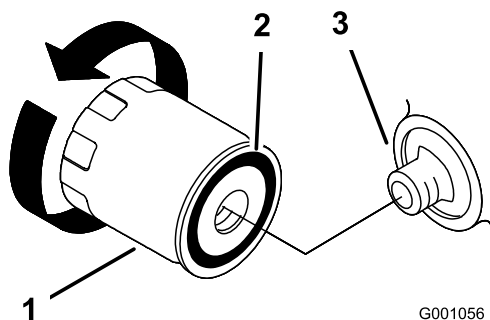

图18
2. 拆下旧滤清器，并擦拭滤清器安装座垫片表面（图18）。
3. 在替换滤清器的橡胶垫片上抹上一层薄薄的新鲜机油（图18）。
4. 将替换机油滤清器安装到滤清器安装座上，顺时针旋转机油滤清器，直至橡胶垫片接触到滤清器安装座，然后再将滤清器拧 2/3 至 1 圈（图18）。